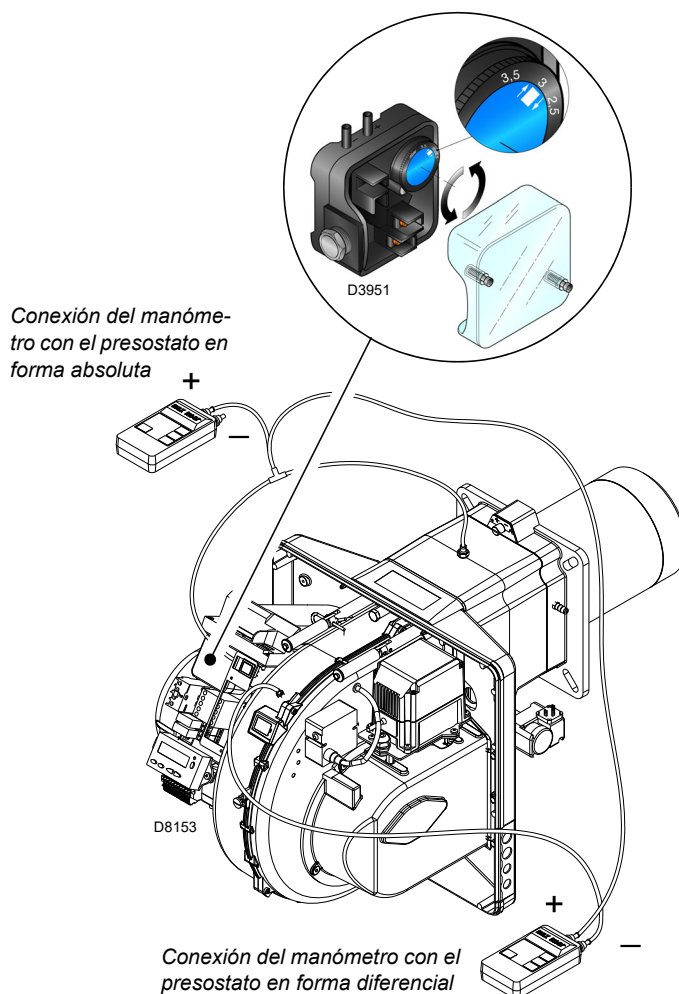

Fig. 29
- Regular el presostato de aire (Fig. 29 a pág. 31) en el inicio de la escala.
Regular el presostato de aire (Fig. 29) después de haber efectuado todas las demás regulaciones del quemador, con el presostato de aire ajustado al inicio de la escala.
La conexión del manómetro se muestra en la Fig. 29. La configuración estándar es la del presostato aire conectado en forma absoluta. Nótese la presencia de una conexión en "T" no suministrada.
En algunas aplicaciones con fuerte depresión la conexión del presostato no permite al mismo la conmutación. En dicho caso es necesario conectar el presostato en modo diferencial, aplicando un segundo tubo entre el presostato aire y la boca de aspiración del ventilador. En este caso también el manómetro se debe conectar en forma diferencial, como se muestra en la Fig. 29.